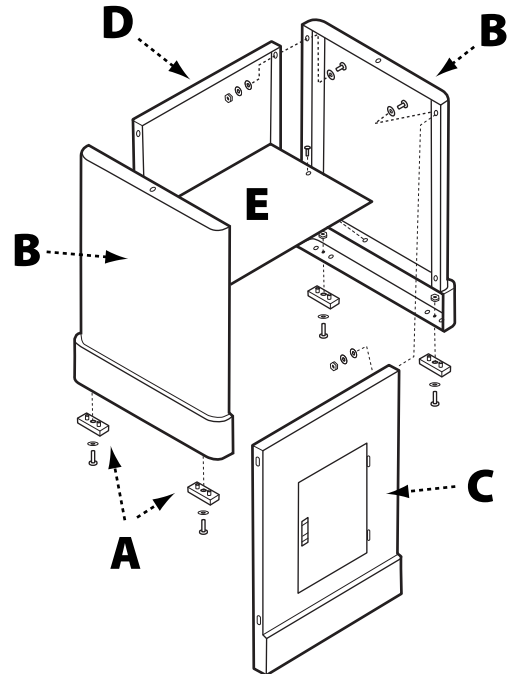

FIGURE 2
1. En vous reportant à la Figure 2, fixez les quatre coussinets en caoutchouc (A) sous les panneaux latéraux (B) avec quatre vis de 5/16 pouce x 5/8 pouce, quatre rondelles plates de 5/16 pouce et quatre écrous hexagonaux de 5/16 pouce.
2. Utilisez quatre vis à tête hexagonale de 5/16 pouce x 5/8 pouce, huit rondelles plates de 5/16 pouce, quatre rondelles de blocage de 5/16 pouce et quatre écrous hexagonaux de 5/16 pouce pour fixer les panneaux latéraux (B) au panneau avant (C). Serrez à la main seulement.
3. Fixez le panneau arrière de l'armoire (D) aux panneaux latéraux à l'aide de quatre vis à tête hexagonale de 5/16 pouce x 5/8 pouce, huit rondelles plates de 5/16 pouce, quatre rondelles de blocage de 5/16 po et quatre écrous hexagonaux de 5/16 pouce.
5. Installez la tablette (E) de l'armoire à l'intérieur de l'armoire à l'aide de deux vis à tête cylindrique M5 x 10, deux rondelles plates M5 et deux rondelles de blocage M5.